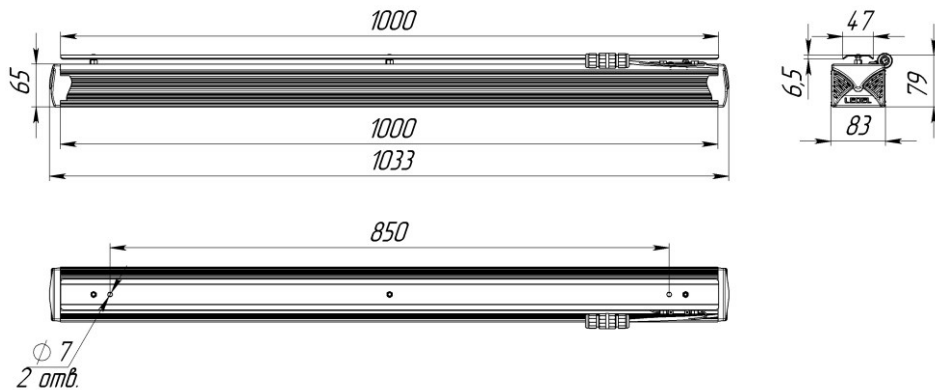

Рисунок 3 Светильник «L-industry NEW 48, L-industry NEW 48Т». Задвижной вариант
1.11 Возможно применение системы управления освещением по протоколу ZigBee кроме светильников с задвижным вариантом крепления (Рис.3).